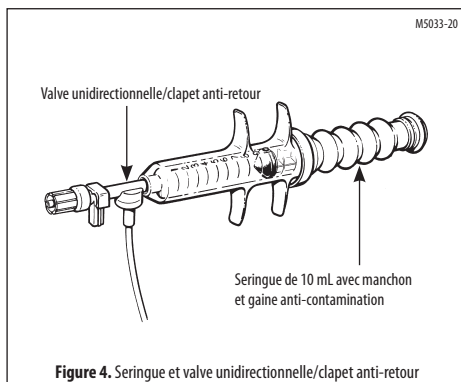

Figure 4. Seringue et valve unidirectionnelle/clapet anti-retour
- Raccorder la seringue de 10 mL à la valve unidirectionnelle/au clapet anti-retour (voir Fig. 4). **Avertissement : ne pas raccorder la seringue du côté cathéter de la valve unidirectionnelle/du clapet anti-retour.** La purge ou la mise sous pression inversées de la valve unidirectionnelle/du clapet anti-retour peuvent endommager la valve. La fonction de contre-pression de la valve unidirectionnelle/du clapet anti-retour peut être altérée si le robinet d'arrêt à 3 voies n'est pas ouvert entre la valve unidirectionnelle/le clapet anti-retour et le cathéter avant l'injection. L'endommagement de la valve unidirectionnelle/du clapet anti-retour peut entraîner l'aspiration de sang dans la seringue du système CO-Set+. Le cas échéant, cesser toute utilisation du système CO-Set+ (seringue et valve unidirectionnelle/clapet anti-retour) et remplacer le système.